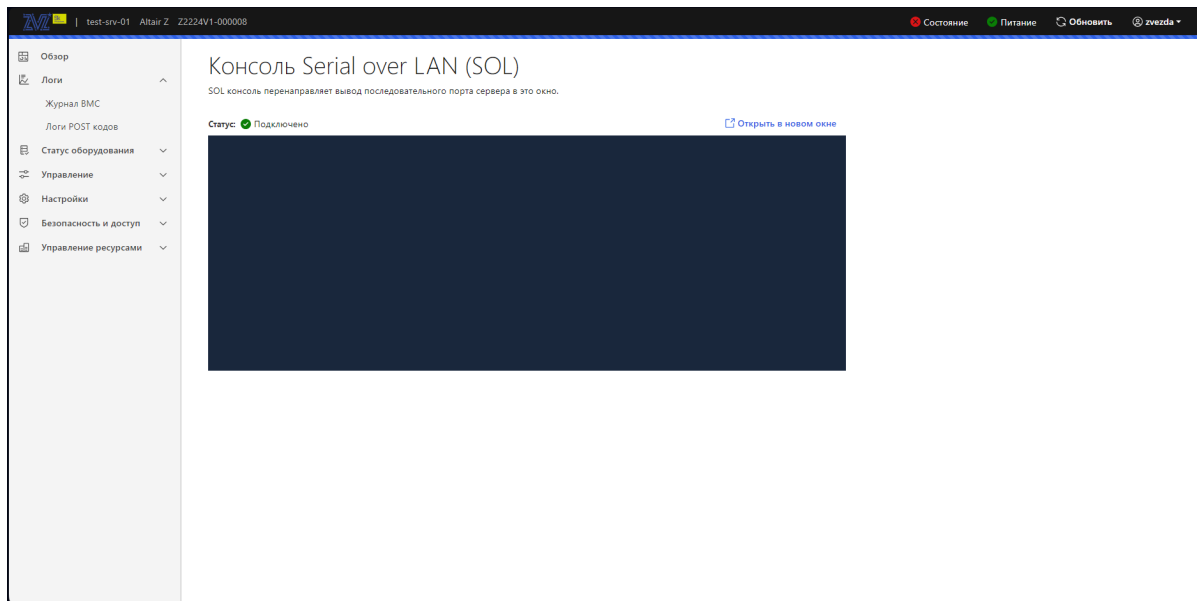

Рис. 83. Окно «Консоль Serial over LAN (SOL)»
- 5) Пройдите во вкладку «Управление» → «Консоль Serial over LAN (SOL)» в данной вкладке осуществляется перенаправление вывода последовательного порта сервера в окно браузера вашей рабочей станции. Окно показано на рис. 83 Окно «Консоль Serial over LAN \(SOL\)»